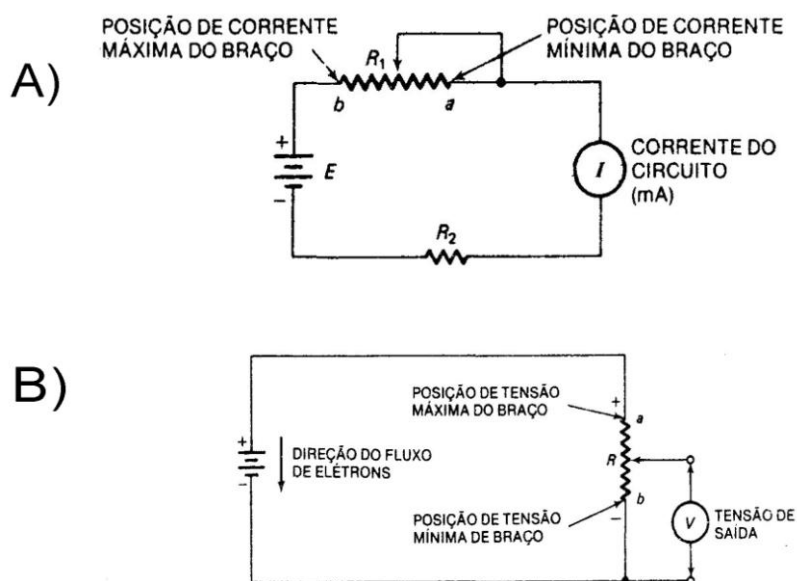

Figura 11 - Exemplos de circuitos com resistores variáveis. A) para controle de corrente, B) para controle de tensão de saída em um ramo do circuito.
- 2 - Nas figuras 6 e 8 podemos observar que os resistores ajustáveis e variáveis apresentam 3 terminais. Explique sua utilização num circuito para controle de corrente ou controle de tensão. Ver exemplo da Figura 11.